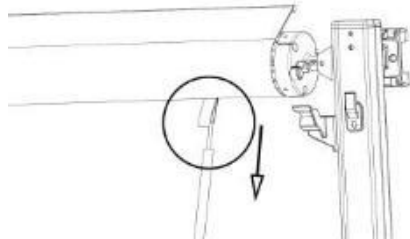

Figure D3
3. Setzen Sie den Zugstab über den Rollenzugriemen und ziehen Sie die Markise nach außen. (Abbildung D3)